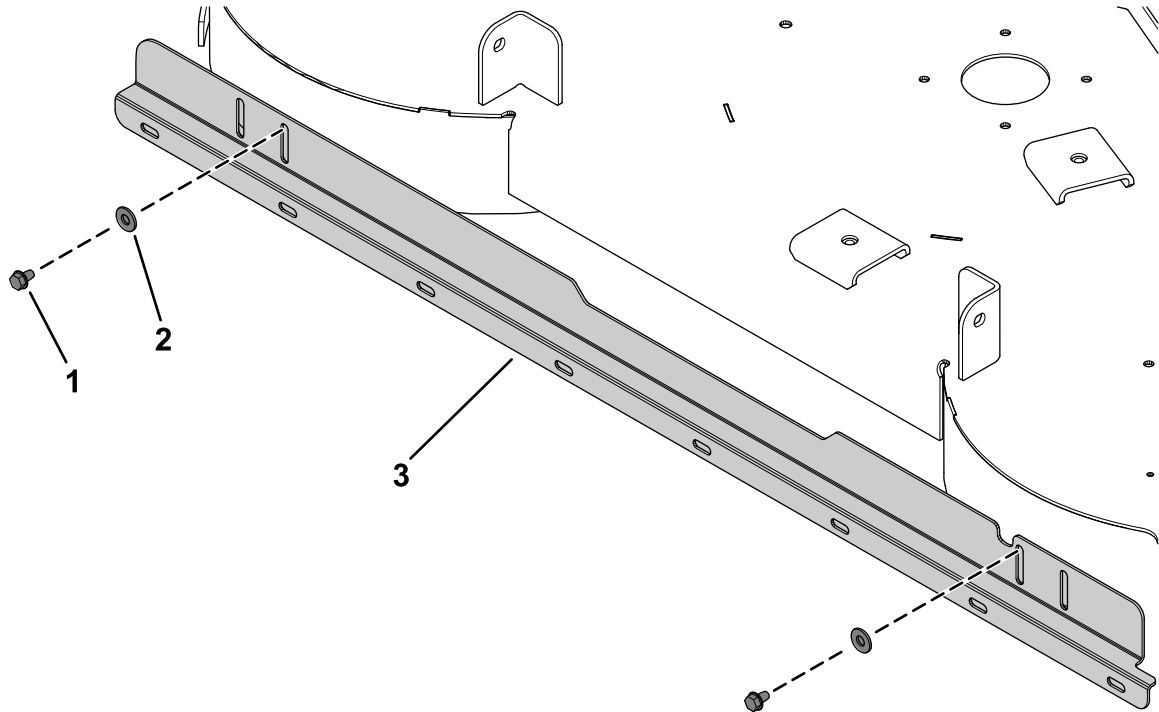

Figure 3
2. Fixez le support du traceur sur le tablier de coupe à l'aide de 2 vis à embase (5/16 x 1/2 po, autotaraudeuses) et 2 rondelles plates (5/16 po), comme montré à la Figure 3.